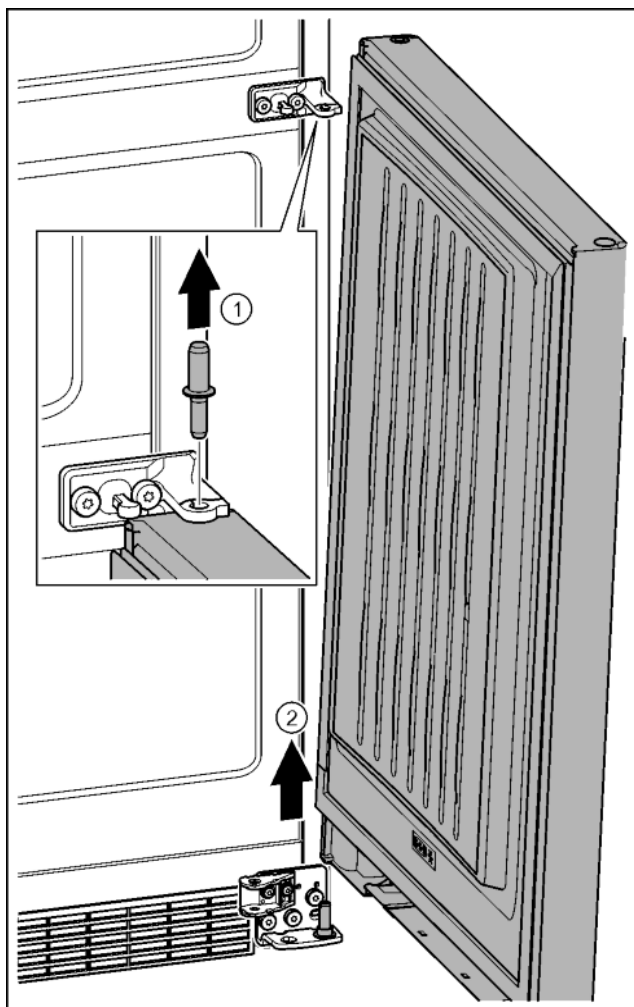

Fig. 25
- ▶ Čep vytáhněte nahoru. Fig. 25 (1)
- ▶ Dveře vysaďte, vytáhněte nahoru a odložte stranou. Fig. 25 (2)